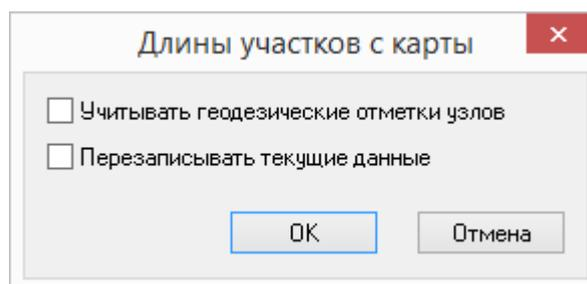

Рисунок 19.3. Окно опций определения длины
4. Нажмите кнопку Длины участков с карты. Откроется окно с дополнительными опциями определения длины Рисунок 19.3, «Окно опций определения длины».